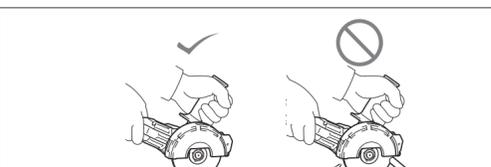

Fig.3
- Abb. 3:** 1. Schutzhaubenaufsatz 2. Sperriehel
- Fig.3:** 1. Wheel guard attachment 2. Lock lever
- Fig.3:** 1. Acessório do protetor do disco 2. Alavanca de travamento
- Fig.3 :** 1. Accessoire du carter de meule 2. Levier de verrouillage